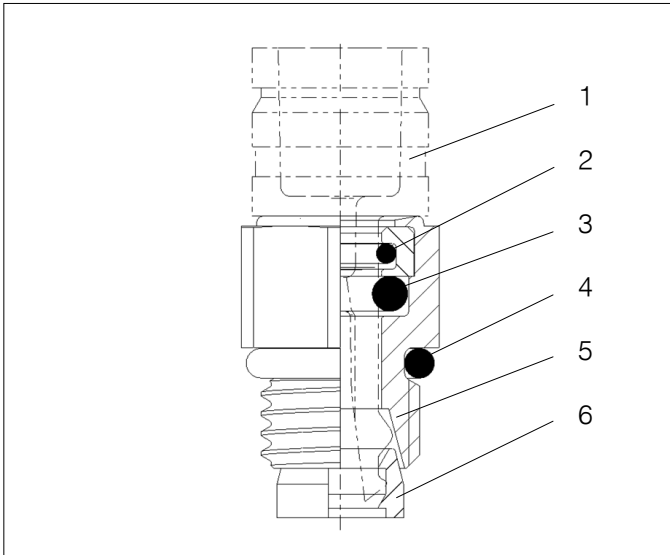

Abb. 3: Einzelteile
4. Einzelteile/Werkstoffe (Abb. 3)